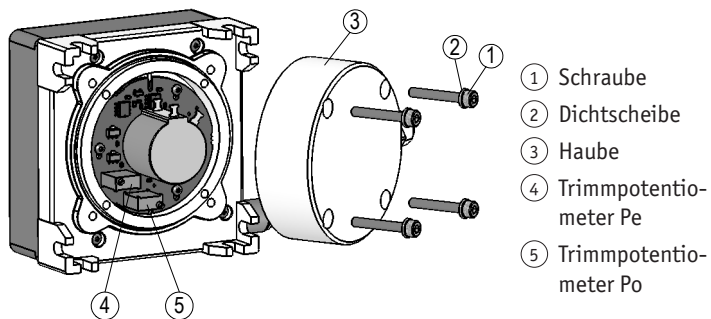

Abb. 13: Einstellen Trimpotis MWI
Einstellen des Messwandlers (Abb. 13)
Durch zwei Trimpotentiometer Pe (4) und Po (5) (siehe Abb. 13) können diese Werte an die tatsächlichen Anfangs- und Endstellungen der Anwendung angepasst werden.
1. Schrauben (1) mit Dichtscheiben (2) lösen und Haube (3) öffnen.
2. Trimpotentiometer Pe (4) und Po (5) einstellen, siehe Abgleich.
3. Haube (3) schließen, und mit Dichtscheiben (2) und Schrauben (1) befestigen.